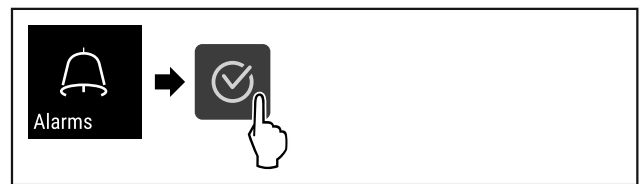

Fig. 105
- ▶ Atlikite veiksmus (žr. Fig. 105) .